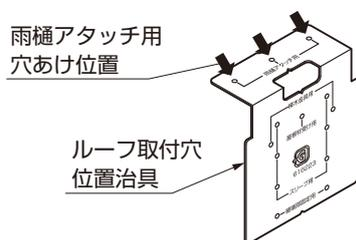

図11-34
- ①ルーフ取付位置治具を樋にあて、ポンチ等でケガキ、ドリルで水抜き穴φ36と雨樋アタッチメント取付穴φ3.5をあけてください。（図11-34、11-35、11-36参照）